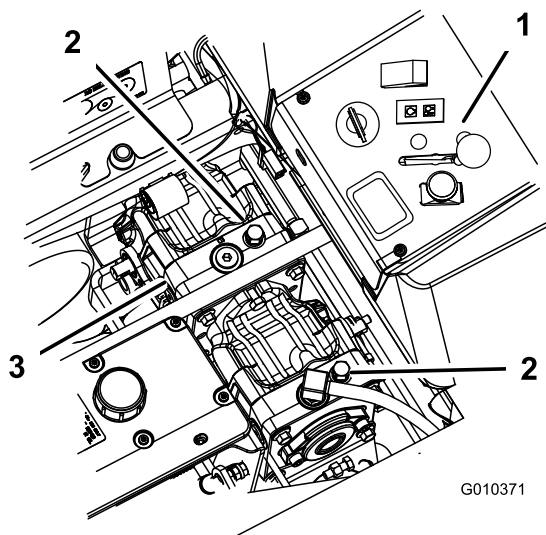

Figura 24
2. Gire las válvulas de desvío una vuelta en el sentido contrario a las agujas del reloj para empujar la máquina. Esto permite que el aceite hidráulico se desvíe alrededor de la bomba, dejando que las ruedas giren (Figura 24).
Gire las válvulas de desvío una vuelta en el sentido de las agujas del reloj para conducir la máquina (Figura 24).